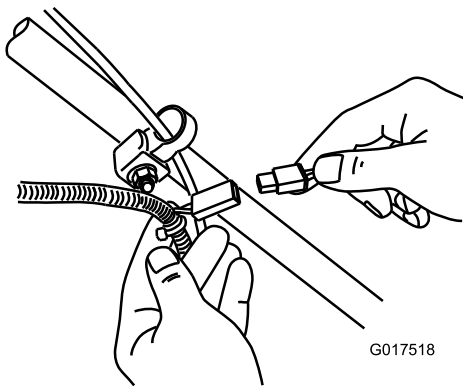

Bild 31
1. Schließen Sie das Ladegerät an den Kabelbaum an, der sich unter dem Zündschloss befindet (Bild 31).